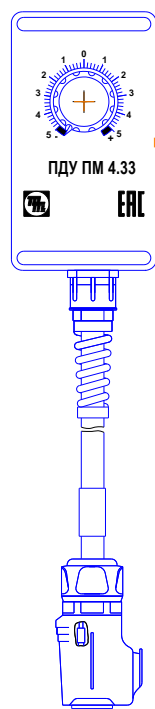

Рисунок 5 – Пульт дистанционного управления
1.3.2.7 При работе с источником питания ДС400.33М, а также с источником питания ДС400.33УКП в режиме ПА или NR с помощью ПДУ (рисунок 5) можно корректировать величину напряжения сварки в диапазоне от минус 1,5 до плюс 1,5 В от установленного значения на панели управления полуавтомата.